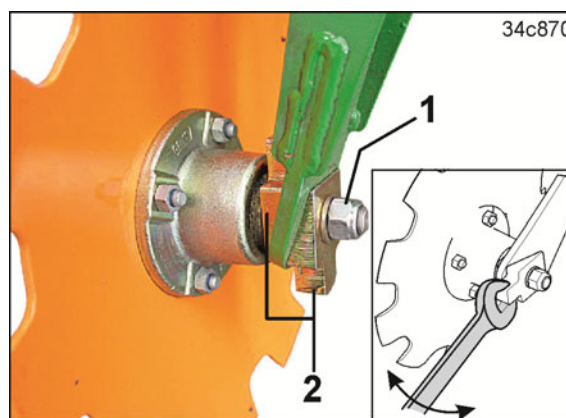

Bild 219
2. Lossa muttern (Bild 219/1) och vrid spårmarkörstallriken tillsammans med kilarna (Bild 219/2).